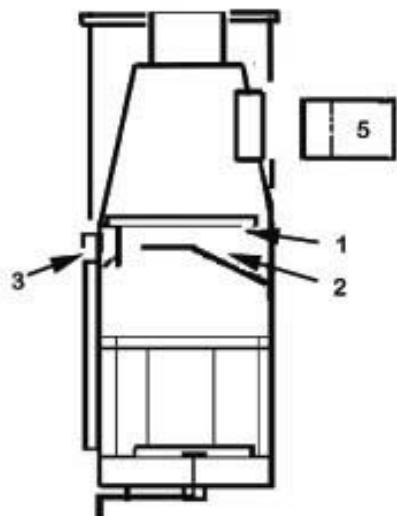

FIG 4 SIDE VIEW
Per il raccordo della stufa al camino, utilizzare il condotto 5 (o condotto incurvato) (fig 4). Il diametro del buco del camino deve essere 20 mm più grande del tubo di raccordo. Turare lo spazio tra il tubo di raccordo e l'apertura nel muro con lana di vetro. Quando effettuerete il turare, lasciate un piccolo margine perché il tubo muoverà col calore.
##### **2.5.3. Raccordo con la parte posteriore , con moduli isolanti (fig. 4)**
- l'aria primaria (va direttamente al ceppo che si consuma) passa attraverso la griglia aggiustabile (utilizzare la maniglia 4) (fig. 4, 5, 6). Aperto : combustione forte – Chiuso : combustione debole.
- quando la legna è molto calda, è necessario insufflare più aria in modo di ottimizzare la combustione. Può essere regolato tramite i regolatori 3 (fig. 4, 5).
- l'aria passa attraverso i regolatori 3 (fig. 4, 5) ciò che aiuta a bruciare il combustibile rimasto dopo il secondo abbuciameto.
Prima di cominciare, spegnere ogni apparecchio d'aria condizionata o ventilatori e staccare la rotaia di protezione del focolare. Aprire la piastra di regolazione del condotto. Levare le ceneri attivando la griglia del focolare come indicato sopra. Svuotare le ceneri dal cassetto. Prima di cominciare, pensare a togliere le lastre guida-fiamme 1 e 2 del focolare (fig. 4). Pulire il focolare almeno 2 volte all'anno (4 volte, se la stufa funziona in continuo). Utilizzare per esempio una spazzola a gramigna. Quindi rimontare i pezzi.